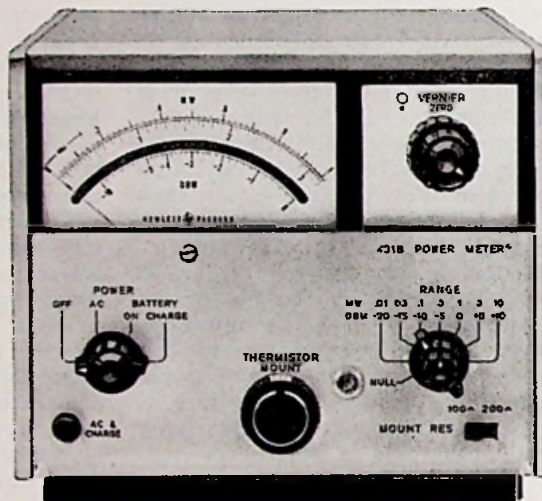

Figuur 9: Vergrendeling van de cassette in de bandopnemer
In figuur 9 is te zien op welke wijze de cassette in de bandopnemer wordt vergrendeld. Aan de achterzijde wordt de cassette door bladveer (1) zowel naar voren als omlaag gedrukt op twee steunpennen (2). Aan de voorzijde wordt de cassette door twee pennen (3) op zijn plaats gehouden. Figuur 9 geeft tevens een doorsnede weer van de lagering van de spoelen in de cassette en van de verende meenemer welke op de spoelas is gemonteerd. Een juiste bandloop wordt verkregen doordat de opneemkop en de wiskop zijn voorzien van bandgeleiders, welke de band op de juiste plaats brengen.